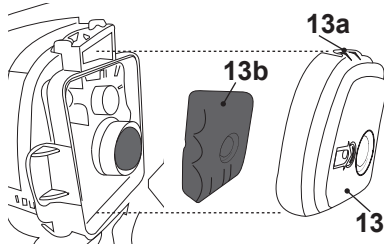

Fig. 30
2. Depois prima a patilha de libertação (13a) para baixo e desengate e remova a tampa do filtro de ar (13) (fig. 30).